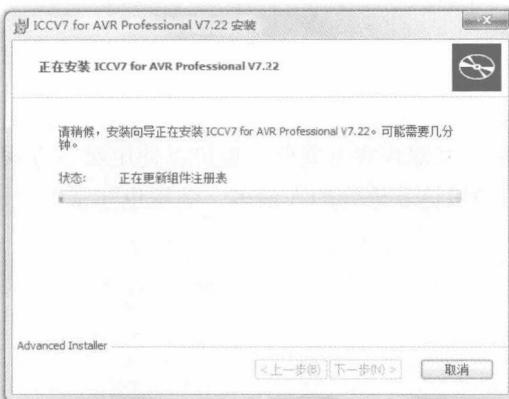
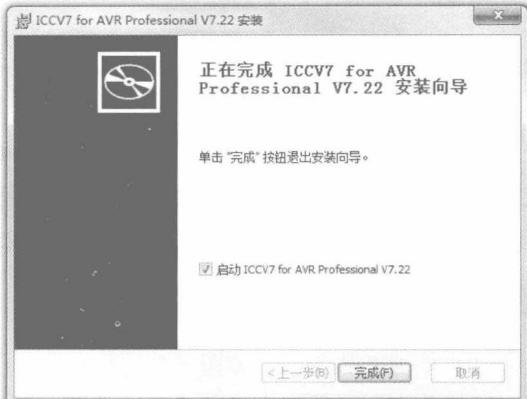

图 1-2-5 安装过程
图 1-2-6 安装完成
(5) 单击“下一步”按钮，依次弹出如图 1-2-5 和图 1-2-6 所示的对话框。